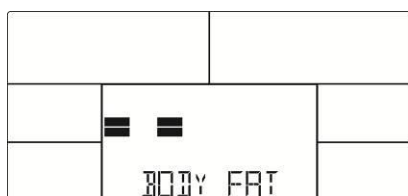

Fig. 25
*Skärmen visar meddelandet "= " "= =" (fig. 25): Det betyder att användaren använder handpulssensorerna eller pulsbandet felaktigt.